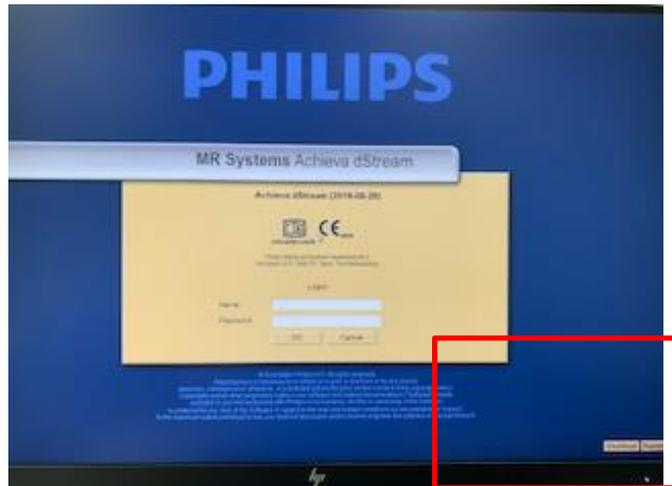
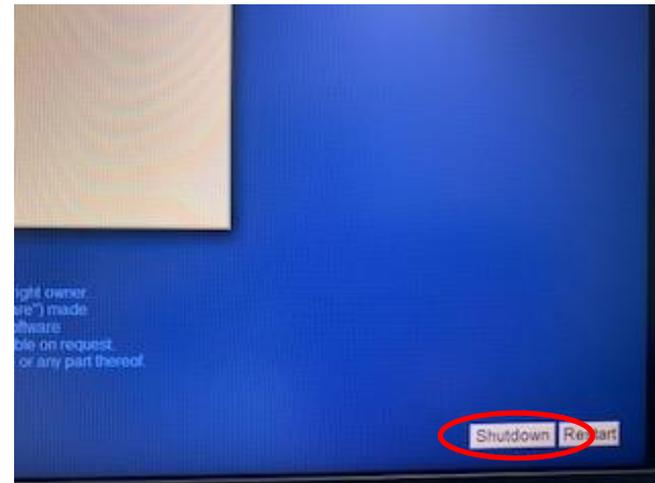

図1-1. ログオン画面
図1-2. Shutdownボタン
- ①コンソール画面にてSYSTEM/EXITでMRアプリケーションを終了させます。
- ②ログオン画面（図1-1）右下にあるShutdownボタンを押します（図1-2）。
- ③1分ほどして画面が暗くなる（ホストコンピュータの電源がOFFになる）ことを確認します。